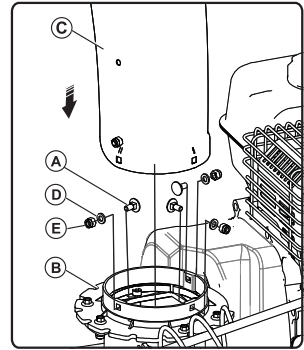

Рис. 6
- Возьмите болт с нижней шейкой M6 × 16 (A); совместите 3 монтажных квадратных отверстия на узле выпуска снега (C) с 3 квадратными отверстиями на спиральном зубчатом диске (B). Используйте болты с квадратной шейкой M6 × 16 (C), чтобы поочередно пройти через спиральный зубчатый диск (B); используйте плоскую шайбу 6(D) и шестигранную контргайку M6 (E), чтобы затянуть узел отвода снега (см. рис. 6).